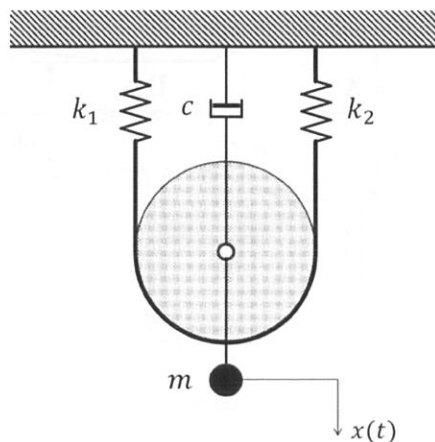

図3-1
図3-1に示す、ばね1, 2, ダッシュポット, 滑車および質点からなる系を考える。ばね1, 2はそれぞればね定数 k_1, k_2 を有し, ダッシュポットの粘性減衰係数を c , 質点の質量を m とする。重力加速度は g であるとし, 系の平衡状態における質点の位置からの変位を $x(t)$ として下向きを正とする。ばね1, 2は質量が無視できるワイヤーで一端を天井に結合され, 他端はワイヤーで相互に結合され, たうで滑車にかけられている。ダッシュポットの一端も天井にワイヤーで結合されており, もう一端は滑車の回転軸に取り付けられている。また, 質点はワイヤーで滑車の回転軸からつるされている。滑車は, 回転軸周りに自由に回転でき, 回転軸に摩擦はなく, その質量および慣性モーメントは無視できるものとする。ワイヤーと滑車は滑らず, ワイヤーは伸縮せずたるまないとして, 以下の問いに答えなさい。
- (1) ばね1, 2が自然長である状態から静かに質点を下すと, 質点はその位置から h だけ下へ変位し平衡状態となった。このときの, ばね1, 2それぞれの伸び x_1, x_2 を求めなさい。
- (2) 図3-1に示すばね1, 2を1つのばねと見たとき, その合成ばね定数 k を k_1, k_2 で表しなさい。
- (3) この系の $x(t)$ に関する運動方程式を求めなさい。また, これに対応する特性方程式を示しなさい。
- (4) 質点を平衡状態から微小量 x_0 だけ下方に引き下げ, 時刻 $t=0$ で静かに放したところ, 減衰振動を見せた。円振動数を ω_n として質点の平衡状態からの変位 $x(t)$ を表す式を求めなさい。
- (5) 円振動数 ω_n および減衰比 ζ を求めなさい。
- (6) 図3-1の系に対し, その変位応答が臨界減衰となるように設計したい。このときに必要なダッシュポットの粘性減衰係数 c_c を求めなさい。